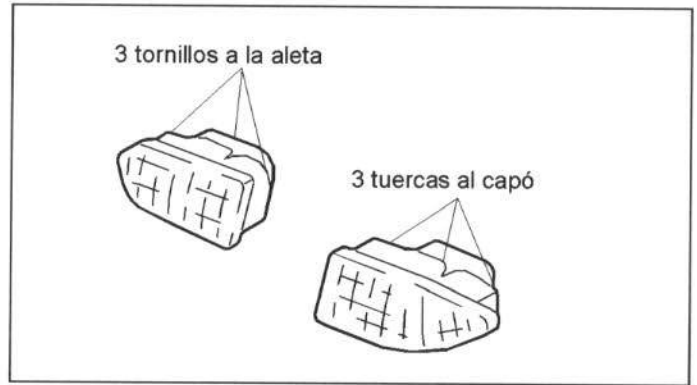

Figura 43.- Unión de los pilotos traseros
En la figura 43 se muestra la unión de los pilotos traseros a la carrocería.
- Piloto de aleta (figura 43).
- Pilotos de capó (fijados por tres tuercas y un conector) (figura 43).